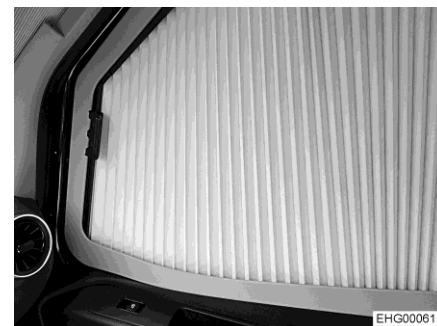

Fig. 68 Dispositif occultant plissé (fenêtre côté passager)
- Tirer avec précaution le dispositif occultant plissé (Fig. 68) vers l'autre côté jusqu'à ce que la fermeture magnétique le maintienne fermé.